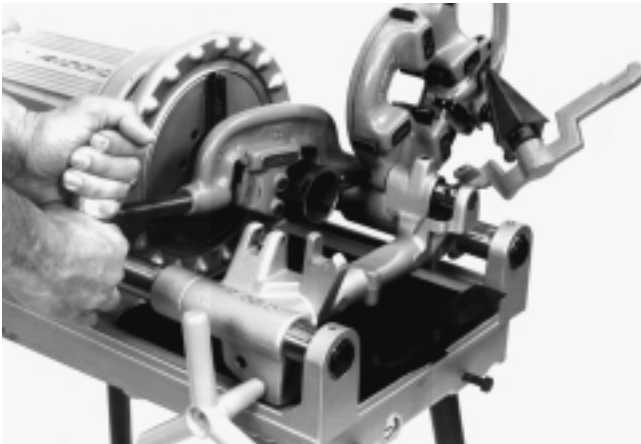

Figura 7 – Corte de un tubo con la máquina Roscadora Compacta No. 300
4. Adopte la postura correcta para trabajar (*Figura 7*).
6. Agarre la manivela del tornillo de alimentación del cortatubos con ambas manos (*Figura 7*).